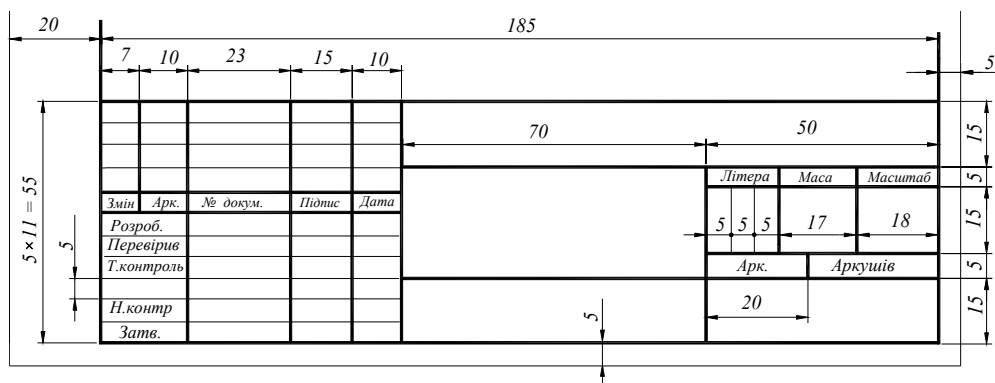

Рис. 2.18. Основний напис
8. На файлі кресленика накреслити основний напис (рис. 2.18).